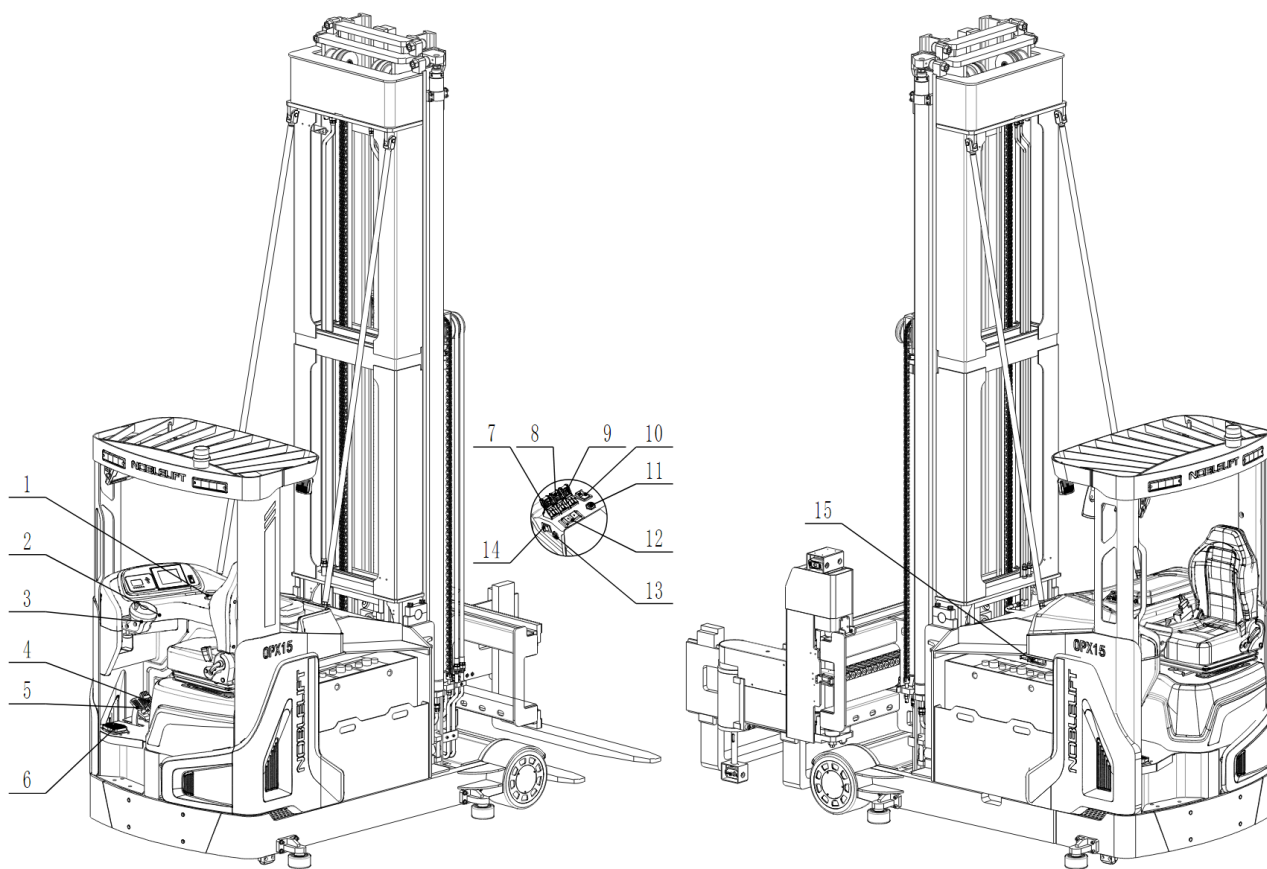

Рис. 8: Органы функционального управления
Сядьте на рабочее место оператора, отрегулируйте рулевую колонку и кресло оператора, пристегните ремень безопасности. Потяните аварийный выключатель (рис. 8, поз. 1), вставьте ключ в замковый выключатель (рис. 8, поз. 2) и поверните его по часовой стрелке в положение ON (ВКЛ). ЖК дисплей отобразит текущее состояние аккумулятора, функциональную и техническую информацию. Затем нажмите на педаль присутствия оператора (рис. 8, поз. 6). Перед началом движения штабелера нажмите кнопку звукового сигнала (рис. 8, поз. 13), чтобы предупредить окружающих, если необходимо. Питание штабелера включено.
Примечание: установите переключатель выбора направления движения (рис. 8, поз. 12) в нейтральное положение перед началом работы на штабелере, иначе возникнет ошибка неправильной последовательности включения.
После запуска штабелера поворотом ключа в положение ON (ВКЛ) сначала нажмите на педаль присутствия оператора (рис. 8, поз. 6), затем расположите руку в зоне управления функциями. Переключите клавишу выбора направления движения (рис. 8, поз. 12) в положение «вперед» или «назад» - на ЖК дисплее появятся стрелки указывающие направления движения. Плавно отрегулируйте скорость движения с помощью педали акселератора (рис. 8, поз. 4), пока желаемая скорость не будет достигнута. Скорость будет снижаться при отпускании педали акселератора. Контролируйте скорость для обеспечения безопасности. При необходимости резкого замедления и торможения нажмите на педаль тормоза (рис. 8, поз. 5).
- Отпустите педаль присутствия оператора (рис. 8, поз. 6) - функция торможения будет включена, и штабелер остановится.
- В экстренной ситуации нажмите аварийную кнопку (рис. 8, поз. 1), функция торможения будет включена, и штабелер остановится.
Отклоните джойстик управления подъемом и спуском (рис. 8, поз. 7) назад, «на себя», для подъема вил и достижения желаемой высоты подъема.
Отклоните джойстик управления подъемом и спуском (рис. 8, поз. 7) вперед, «от себя», для спуска вил.
Отклоните джойстик управления боковым смещением каретки (рис. 8, поз. 8) вперед, «от себя», для смещения каретки вил влево.
Отклоните джойстик управления боковым смещением каретки (рис. 8, поз. 8) назад «на себя», для смещения вил
Отклоните джойстик управления вращением ви́л (рис. 8, поз. 9) вперед, «от себя», для поворота ви́л влево.
Отклоните джойстик управления вращением ви́л (рис. 8, поз. 9) назад, «на себя», для поворота ви́л вправо.
Отклоните джойстик управления вращением и смещением ви́л (рис. 8, поз. 14) вперед, «от себя», для поворота ви́л влево и одновременного смещения каретки ви́л вправо.
Отклоните джойстик управления вращением и смещением ви́л (рис. 8, поз. 14) назад, «на себя», для поворота ви́л вправо и одновременного смещения каретки ви́л влево.
При возникновении каких-либо неисправностей или если штабелер в нерабочем состоянии, прекратите оперирование оборудованием и активируйте аварийную кнопку (рис. 8, поз. 1), нажав на нее. По возможности поставьте штабелер на стоянку в безопасном месте, поверните замковый выключатель (рис. 8, поз. 2) против часовой стрелки и извлеките ключ. Немедленно сообщите об этом руководителю/ ответственному лицу и/или обратитесь в службу сервиса. При необходимости уберите штабелер из зоны эксплуатации с помощью специального буксировочного / грузоподъемного оборудования.
В случае аварийной ситуации (при потере управления или других экстренных ситуаций) немедленно нажмите на аварийную кнопку (рис. 8, поз. 1). Все электрические функции будут отключены.
Припаркуйте узкопроходный штабелер в безопасной зоне, выключите его с помощью замкового включателя (рис. 8, поз. 2), затем нажмите аварийную кнопку (рис. 8, поз. 1), отсоедините разъем аккумуляторной батареи (рис. 8, поз. 15) и выполните описанные ниже действия, чтобы вытащить аккумулятор.